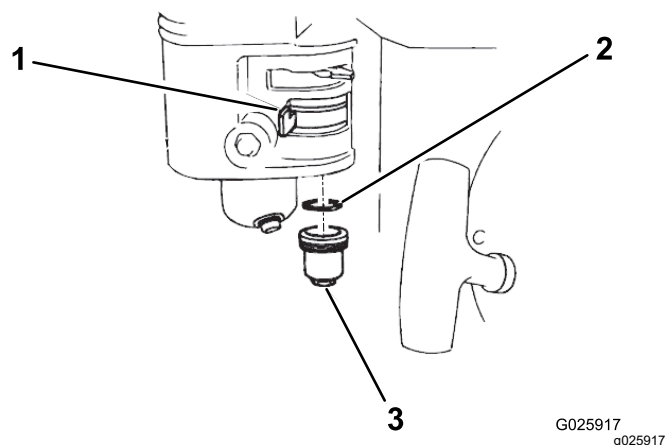

Figura 34
- Mova a válvula de corte do combustível para a posição DESLIGAR (Figura 34).
- Retire o copo de sedimentos e anel de retenção (Figura 34).
- Coloque o anel de retenção na válvula de corte do combustível e instale o copo de sedimentos (Figura 34). Aperte bem o copo de sedimentos.